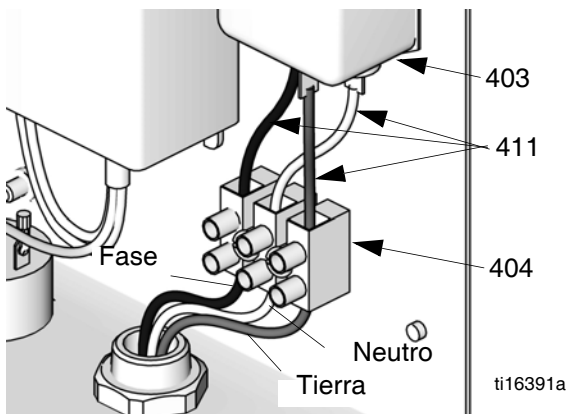
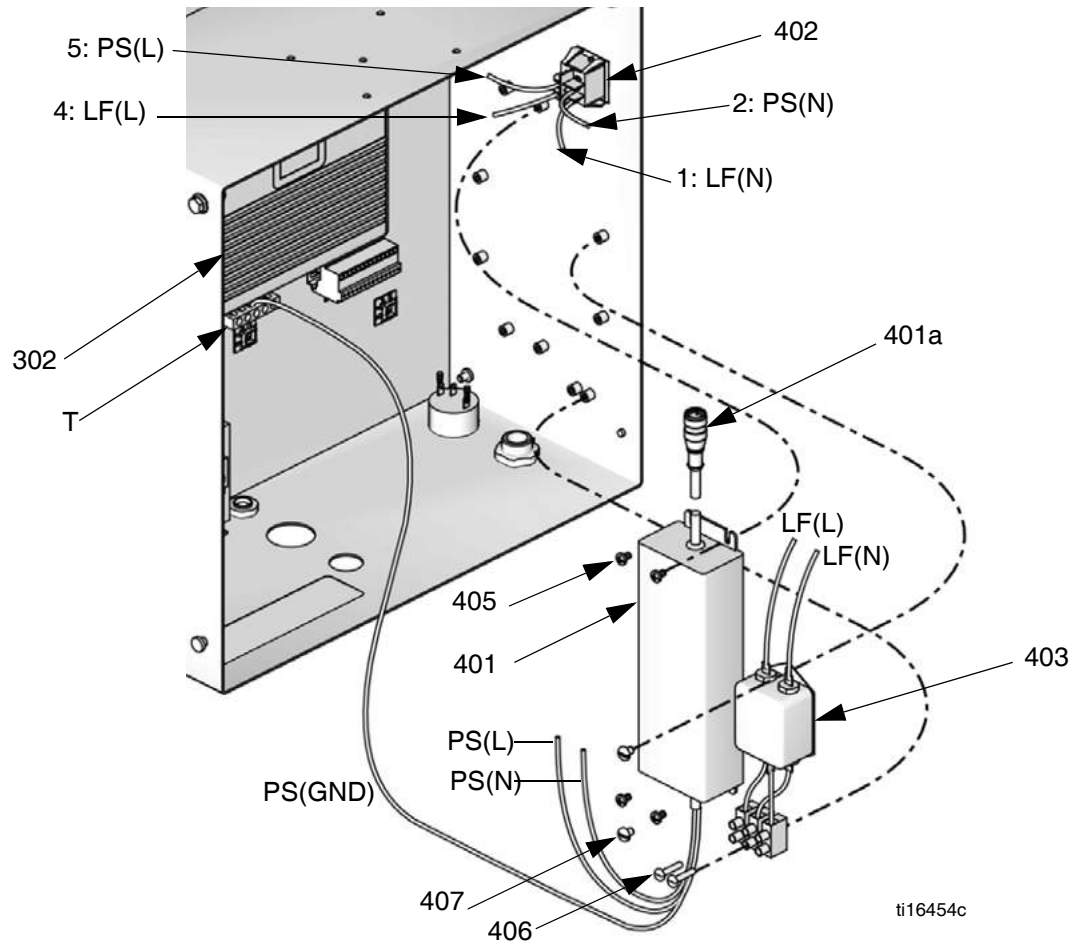

Fig. 5. Conexiones del bloque de bornes
FIG. 8. Reemplazo de la fuente de alimentación montada en el mamparo
4. Vea la FIG. 8. Desconecte el cable de CAN de la fuente de alimentación (401a) del módulo avanzado de control de fluido (302).
5. Desconecte los cables del filtro de línea y los cables de la fuente de alimentación del interruptor de alimentación eléctrica (402).
6. Desconecte el cable de tierra de la fuente de alimentación, PS(GND), del bloque de bornes de tierra (T) del módulo avanzado de control de fluido.
7. Retire los cuatro tornillos (405) y desmonte la fuente de alimentación (401). Si reemplaza el filtro, retire los dos tornillos (407) y el filtro (403).
8. Instale la nueva fuente de alimentación (401) y el filtro de línea (403) con los tornillos suministrados (405, 407), como se muestra.
9. Vea la FIG. 8. Conecte el arnés de cableado (410/LF) al filtro de línea (403) y al interruptor de alimentación (402) como se muestra. Vea también el Diagrama eléctrico.
10. Conecte el arnés de cableado de la fuente de alimentación (411/PS) al interruptor (402), como se muestra. Vea también el Diagrama eléctrico. Conecte el cable de tierra PS al bloque de bornes de tierra (T) del módulo avanzado de control de fluido.
11. Vea la FIG. 5. Conecte el arnés de cableado (411) al filtro de línea (403) y al bloque de bornes (404) como se muestra. Vea también el Diagrama eléctrico.